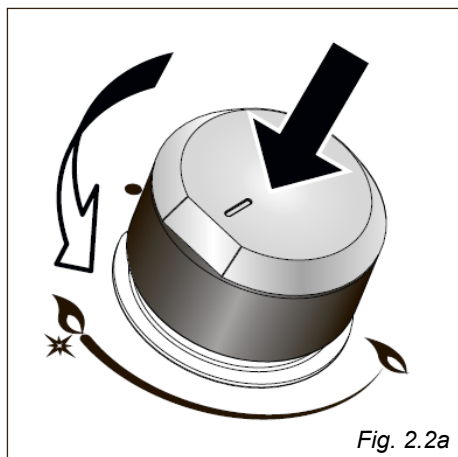

Fig. 2.2a
1. Pulse el mando correspondiente y gire en sentido contrario a las agujas del reloj (Fig. 2.2a o 2.2b) hasta la posición de llama completa marcada por el símbolo “” o “9”; mantenga pulsado el mando hasta que la llama se haya encendido.